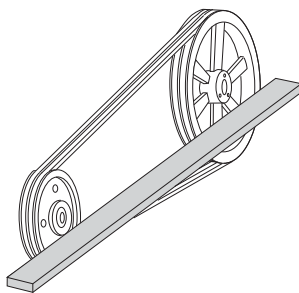

Figura 27 — Alineamiento de la Transmisión
2. Compruebe la tensión midiendo la deflexión de la correa, consulte la Figura 27.